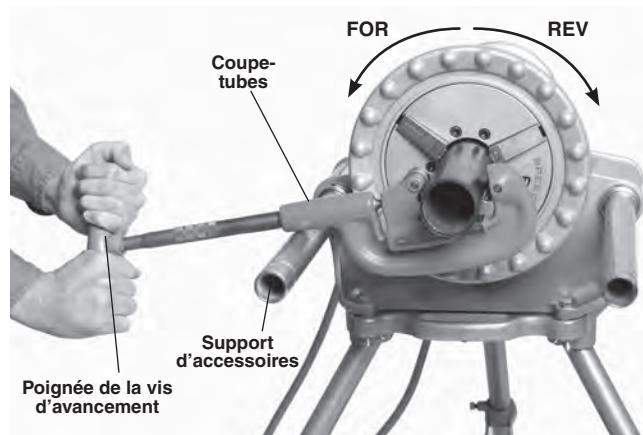

Figure 15 – Coupe de tuyau avec coupe-tubes manuel / Rotation de l'appareil (garder le coupe-tubes en appui contre le support)
- Mettez le commutateur REV/OFF/FOR en position FOR. Appuyez momentanément sur la pédale de commande. Vu de l'avant de l'appareil, le mandrin devrait tourner en sens antihoraire (*Figure 15*).
Retirez le chariot n° 311 avant d'utiliser le 300 Power Drive avec des outils de coupe, d'alésage ou de filetage manuels sur le tuyau. Assurez-vous que le support côté commutateur est entièrement déployé à l'avant du système d'entraînement (*Figure 15*).
1. Ouvrez le coupe-tubes en tournant sa vis d'avancement en sens antihoraire. Positionnez-le avec son ouverture vers le haut comme indiqué à la *Figure 15*, puis alignez son galet de coupe avec le marquage tracé sur le tuyau. La coupe de tuyaux filetés ou endommagés risque d'endommager le galet de coupe.